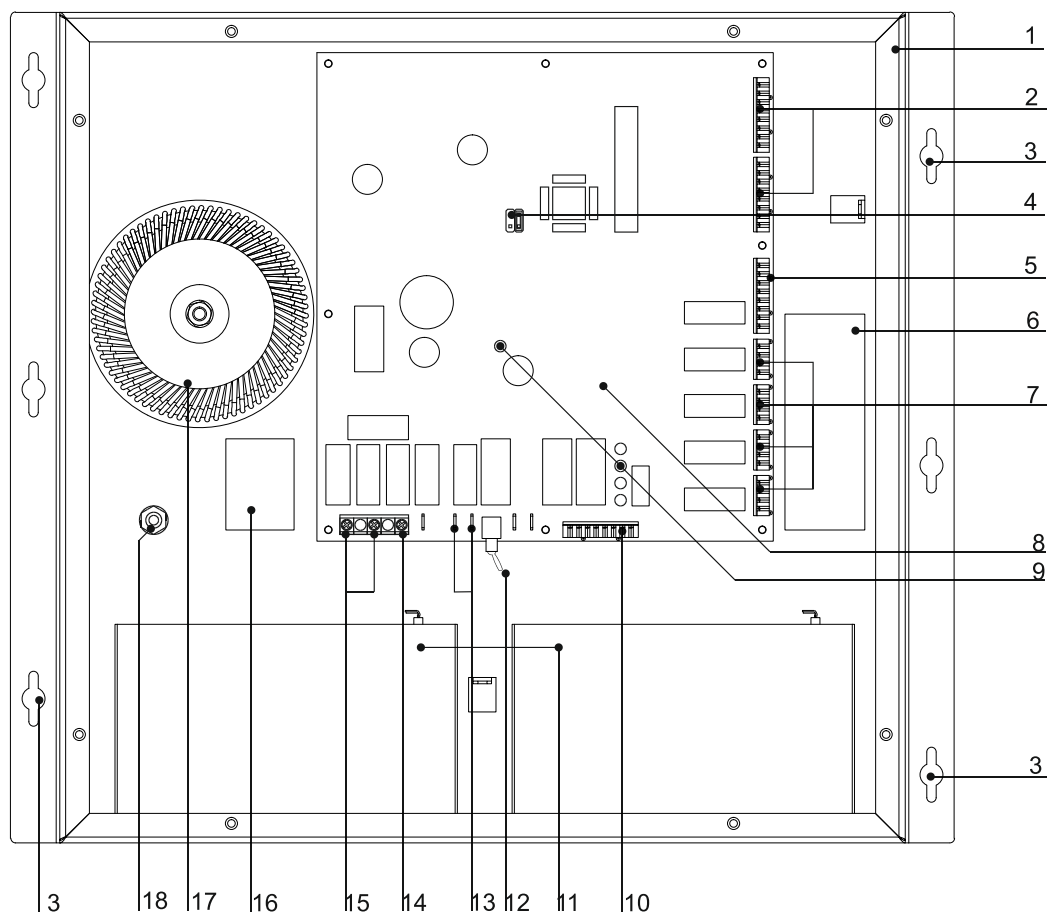

Рис. 1. Вид на ЛБС со снятой крышкой.
Блок имеет 7 портов различного назначения с интерфейсами RS485. Порты RS485, предназначенные для связи с другими ЛБС (рис. 1 поз. 2) имеют изоляторы линии связи, поскольку питание разных ЛБС в системе может выполняться от различных сетей 230В.
Внимание! Все локальные блоки связи Тромбон СОРС-ЛБС должны быть подключены к контуру заземления здания. Для заземления ЛБС предусмотрен специальная клемма на шасси блока. рис. 1 поз. 18.
2). Снимите крышку Блока. Протяните кабели питания и линии связи через специальные отверстия в задней стенке Блока (рис. 1, поз. 6 и 16). Установите Блок на стену.
4). Подключите питание 230В. Напряжение питания к клеммам 15 рис. 1, заземление к клемме 14. **ВНИМАНИЕ!** напряжение питания на Блок должно подаваться через отдельный автомат защиты!
5). Подключите к разъему рис. 1, поз. 2 линии связи с другими ЛБС системы. Схема подключения указана в приложении 2. Рекомендации по выбору типов кабелей приведены в Приложении 7.
7). Линии связи с абонентскими устройствами подключите к разъемам поз. 7, рис. 1. (схема в приложении 4).
8). К разъему рис. 1, поз. 10 можно подключить линии для удаленного контроля состояния и исправности системы.
9). Проконтролируйте, что выключатель питания находится в положении выключено, как указано на рис. 1, поз. 12. Подключите к клеммам рис. 1, поз. 13 две аккумуляторные батареи напряжением 12В и емкостью 7 или 9 А*Ч каждая. Батареи подключаются параллельно.
11). Переведите переключатель питания поз. 12 в положение включено. Проконтролируйте правильность свечения индикаторов рис. 1, поз. 9:
- Индикатор питания 230В «Сеть» (верхний в линейке из 4 индикаторов рис. 1 поз. 9) - горит;